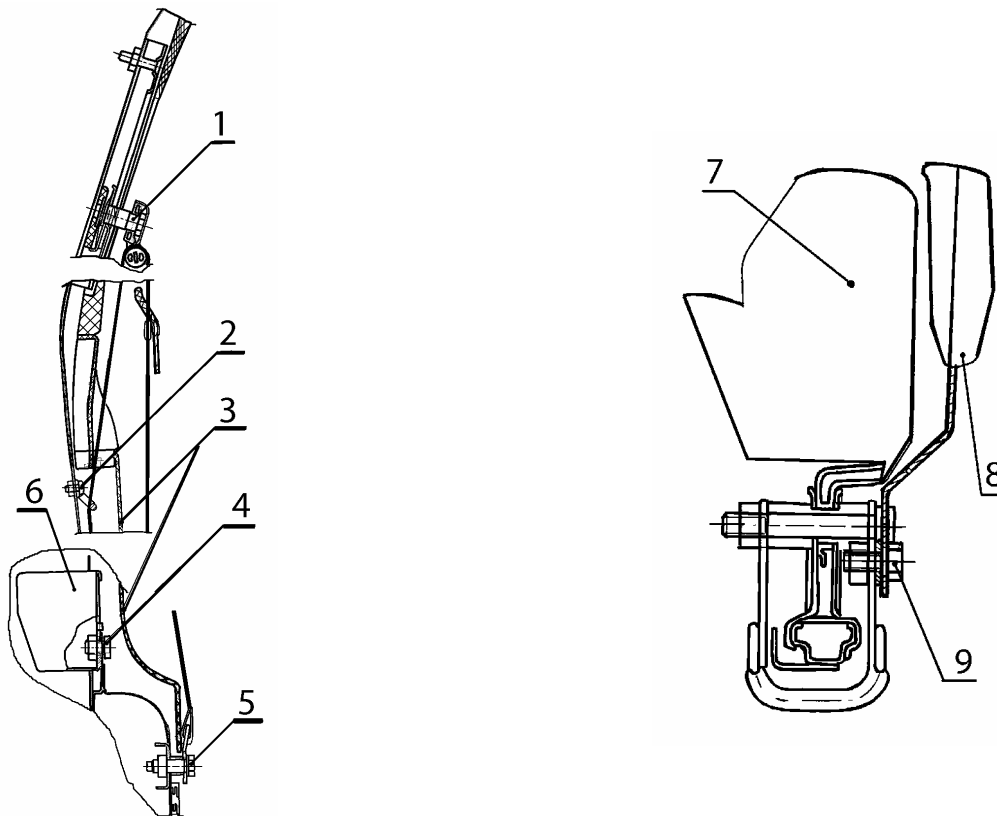

Рис.17. Установка передних ремней безопасности:
9.1.3 Отвернуть болт 1, рис.17, крепления скобы переднего ремня безопасности на центральной стойке (ключ кольцевой 17).